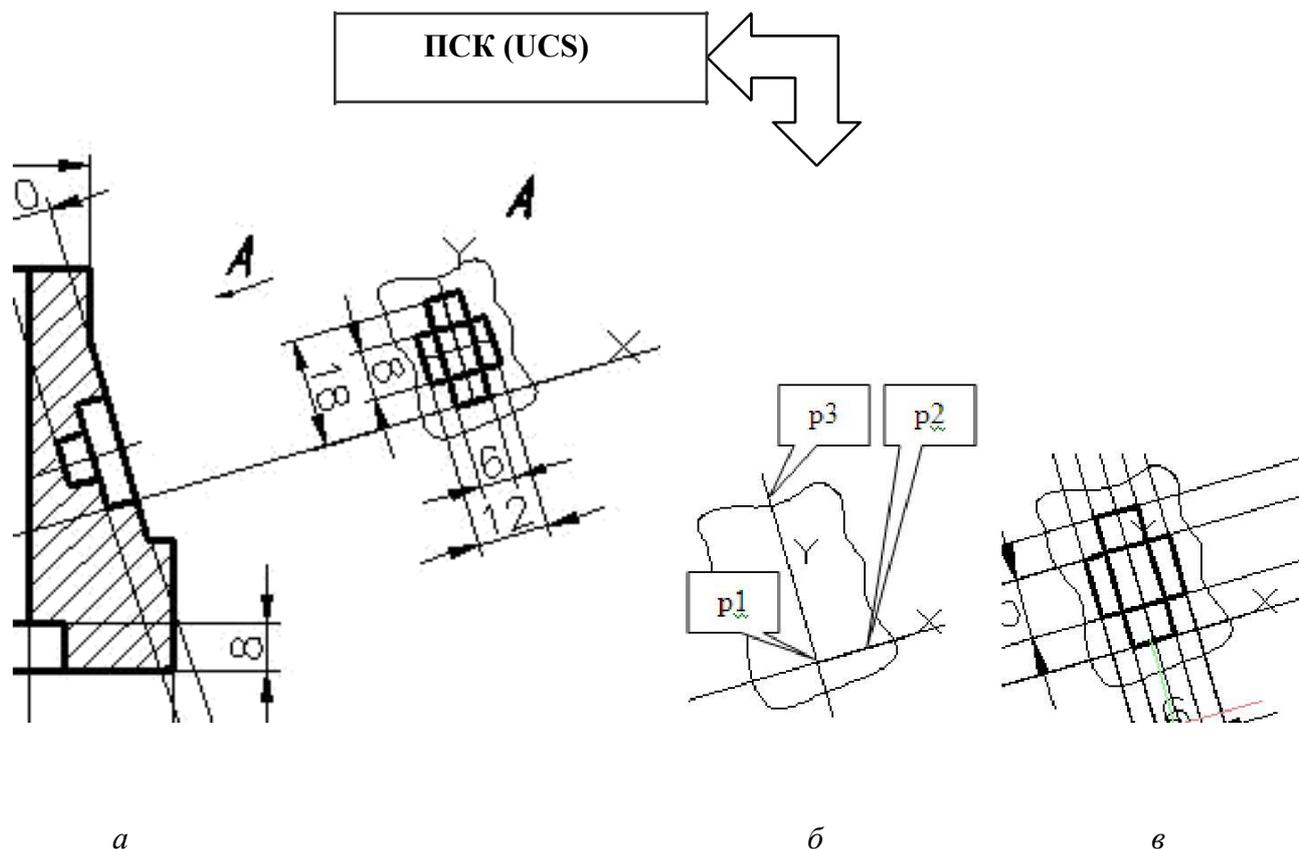
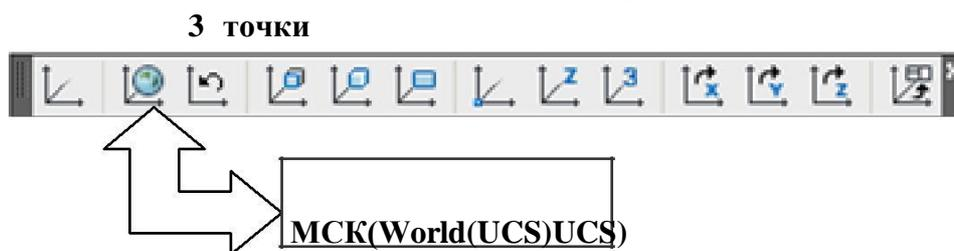
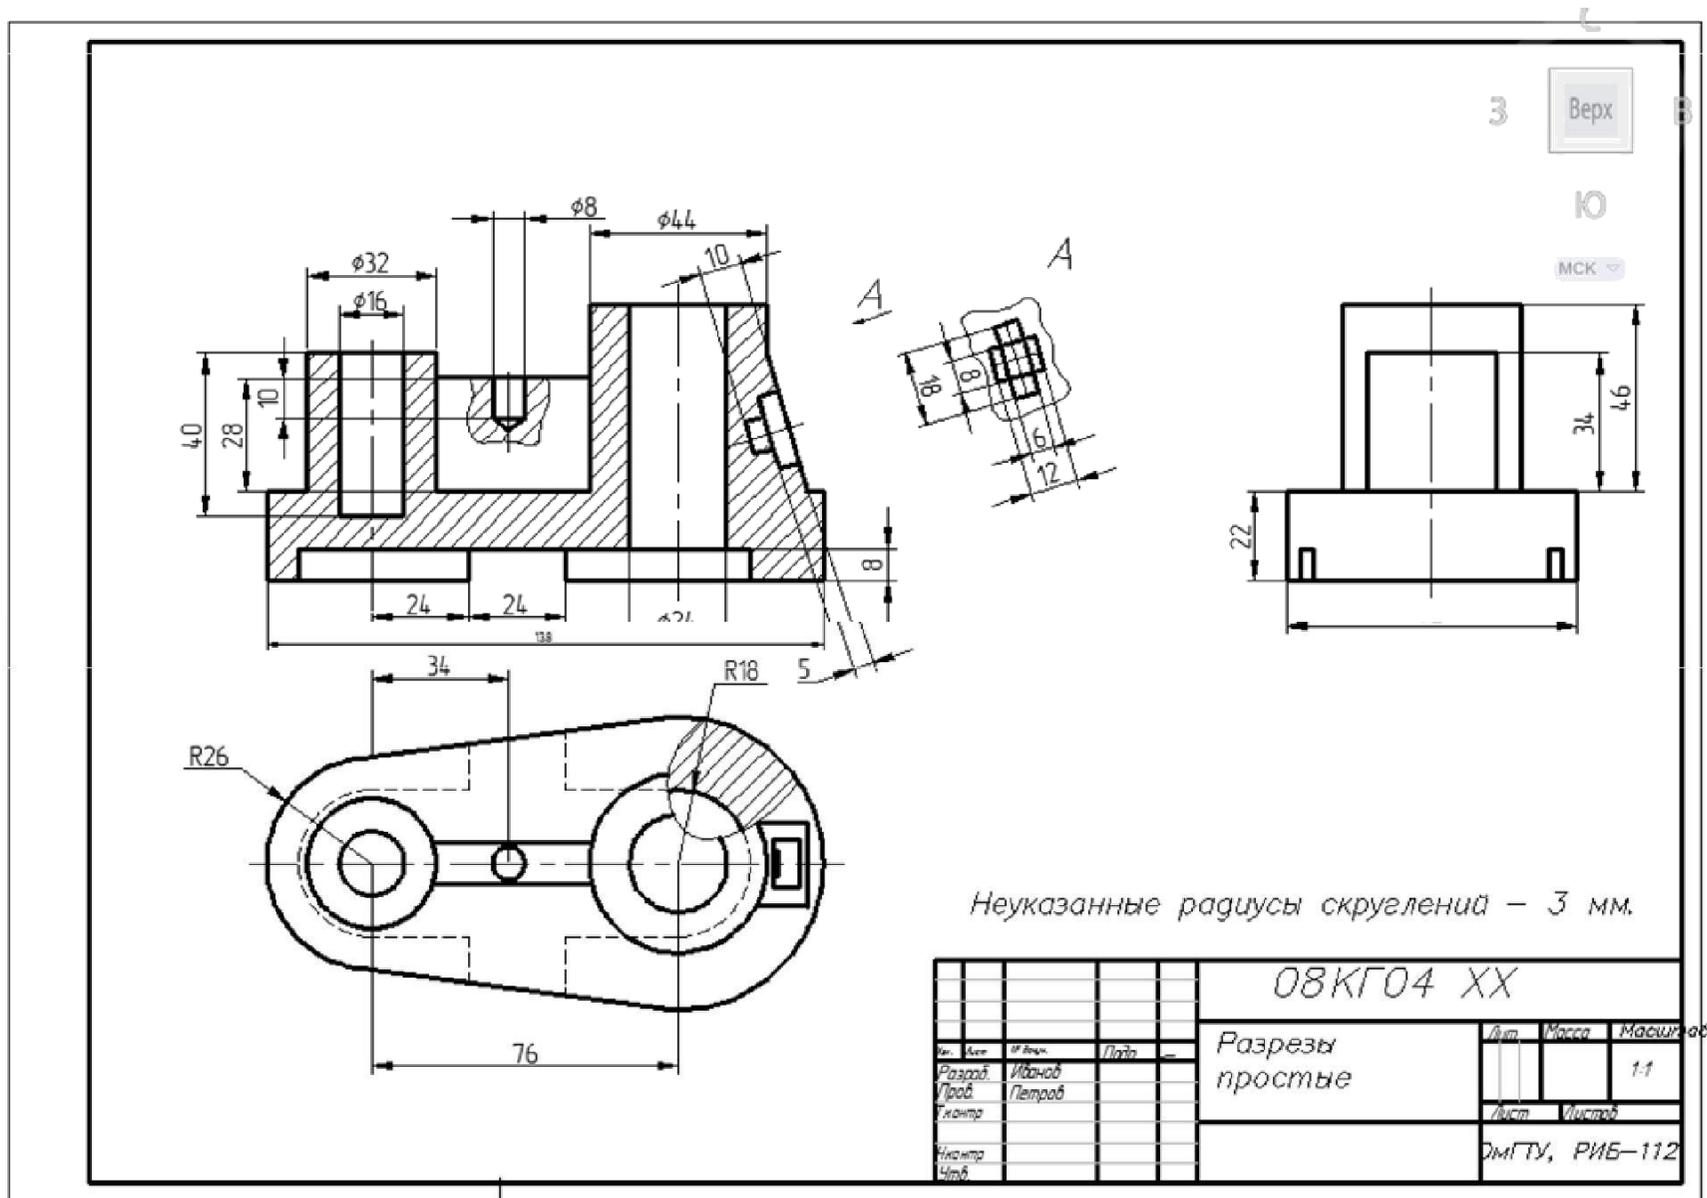

Рис. 4.3. Положение ПСК (UCS):
Рис. 4.4. Задание пользовательских и мировой систем координат
Рис. 4.9. Пример выполнения практического задания № 4 «Разрезы простые»
ПСК – это система координат, имеющая свое начало и свою ориентацию, что делает её более эффективной при получении некоторых изображений. **ПСК** могут быть использованы также при создании 3D-моделей. Получение изображения дополнительного вида задания «Разрезы простые» (см. рис. 4.3, а, рис. 4.9) упрощается благодаря использованию **ПСК**. В данной пользовательской системе координат вспомогательные прямые линии имеют необходимую и удобную в использовании ориентацию. Поворот **ПСК** упрощает указание координат и расстояний при определении места положения точек и других объектов на повернутых видах. Узловые точки и базовые направления, определяемые режимами привязки **SNAP**, сетки **GRID** и ортогонального режима **ORTHO** поворачиваются вместе с **ПСК**. При создании новой **ПСК** формируется соответствующая пиктограмма осей координат, по которой можно судить о положении об ориентации текущей **ПСК** относительно мировой системы координат, а также относительно объектов, содержащихся на чертеже (см. рис. 4.3). При этом можно использовать опцию **Отступ (Offset)** команды **Прямая (Construction Line)**. Пиктограмма **ПСК** всегда изображается в плоскости xy текущей **ПСК** и указывает положительное направление осей x и y . Сама пиктограмма может располагаться как в начале пользовательской системы координат, так и в другом месте. Эту позицию регулирует команда управления пиктограммой системы координат **UGSICON**.
Размещение, перемещение, вращение и отображение пользовательских систем координат выполняют с помощью команды **ПСК (UCS)**. Вызвать данную команду или варианты ее исполнения можно из командной строки или из главного меню **Сервис (Tools)**. Наиболее удобным является вызов этой команды из инструментальной панели (рис. 4.4).
Для создания пользовательской системы координат (рис. 4.3, б) необходимо использовать одну из команд панели ПСК (рис. 4.4). Например, команда **3 точки (3 Point)** позволяет задать ПСК с помощью трех точек. Эта команда может быть введена кнопкой  инструментальной панели ПСК (UCS) (рис. 4.3, б) или с помощью элементов главного меню **Сервис (Tools) → Новая ПСК (New UCS) → 3 точки (3 Point)**.
Задать точку p1 (рис. 4.3, б).
Задать точку p2 (рис. 4.3, б).
Задать точку p3 (рис. 4.3, б). После этого пиктограмма осей координат смещается в новое положение.
12. Изобразить текст «**Неуказанные радиусы скруглений – 3 мм**». Пример выполнения практического задания № 4 представлен на рис. 4.9.